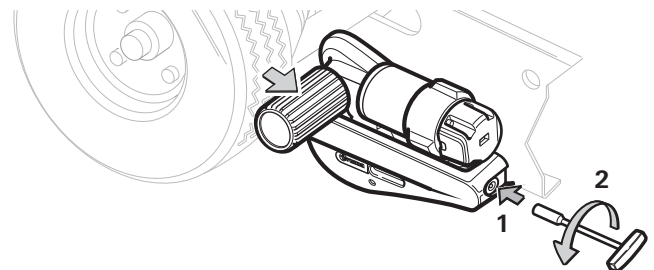

Figure 8
- Introduire la clé à douille de 8 mm (Fig. 8 - 1) dans l'ouverture et la tourner dans le sens inverse des aiguilles d'une montre (Fig. 8 - 2) jusqu'à ce que le Mover soit entièrement replié jusqu'en butée.